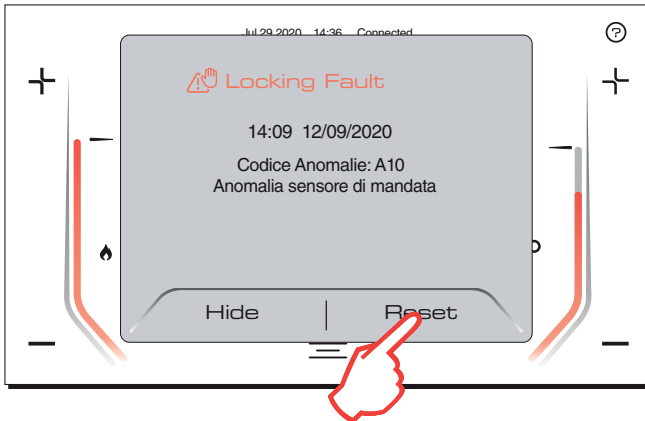

fig. 33
- 1 - Tocando [RESET] cuando aparece una ventana similar a la ilustrada en fig. 33.